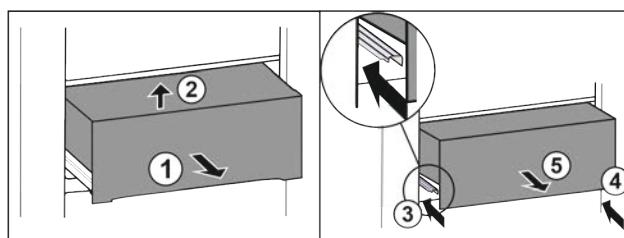

Fig. 32
- Вытяните выдвижной ящик наполовину Fig. 32 (1).
- Приподнимите спереди Fig. 32 (2).
- Вставьте левую направляющую Fig. 32 (3).
- Вставьте правую направляющую Fig. 32 (4).
- Извлеките выдвижной ящик движением вперед Fig. 32 (5).